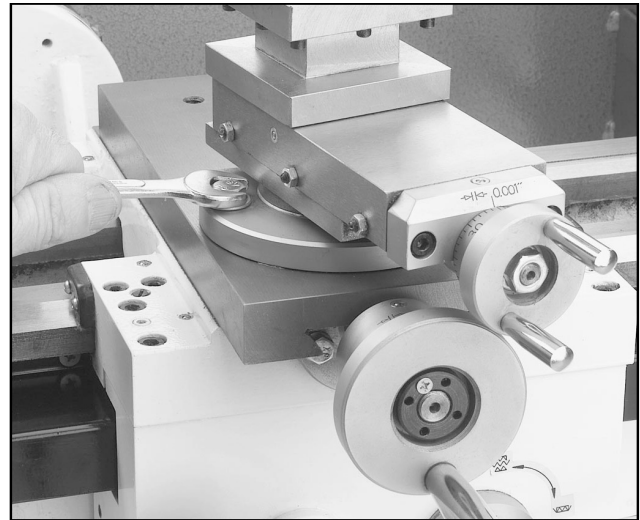

Fig. 13 Fjernelse af top-slædens skruer.
- Anvend en 12 mm skruenøgle for at fjerne de to skruer, som holder top-slæden på tværs-læden. Se **fig. 13**.